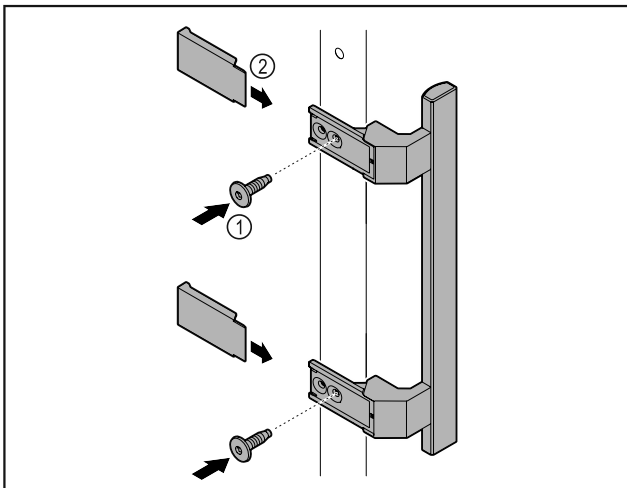

Fig. 7
- Ручку з комплексу додаткового обладнання з доданими гвинтами Fig. 7 (1) розмістити на дверях.
- Встановити кришку Fig. 7 (2).